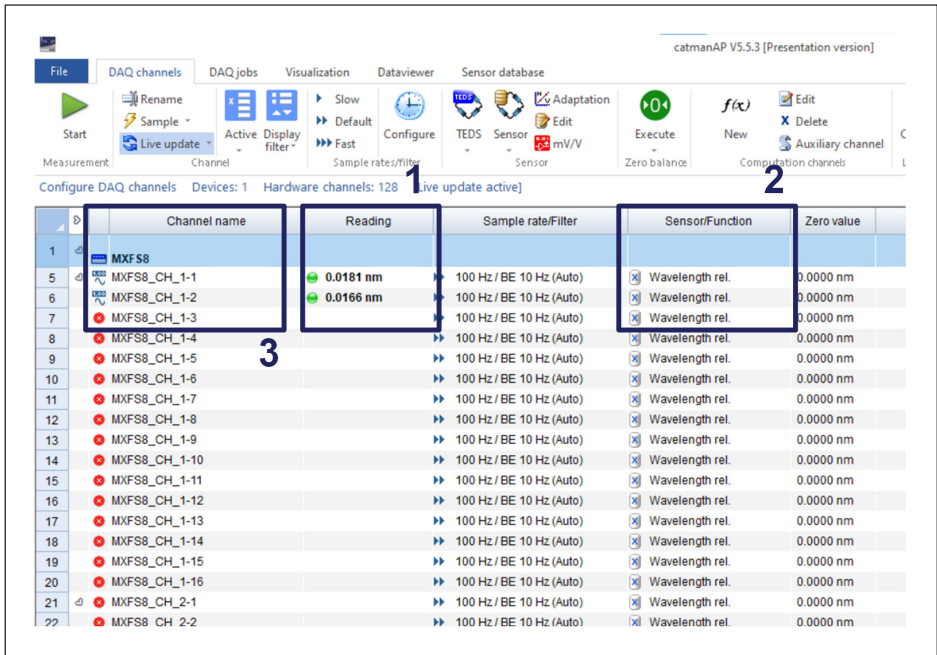

Fig. 5.3 Contrôle du système et identification des capteurs
Les capteurs peuvent être vérifiés en exerçant une petite force à la main sur chaque capteur et en lisant le résultat sur le logiciel de mesure. De cette manière, chaque "paire numéro de voie - capteur" est identifiée et la fonctionnalité du capteur est vérifiée (numéro 1 sur la Fig. 5.3)
- Assurez-vous que toutes les voies de l'interrogateur sont définies comme "wavelength (rel)" (longueur d'ondes relative) (numéro 2 sur la Fig. 5.3).
- Renommez le capteur en double-cliquant sur le nom de la voie (numéro 3 sur la Fig. 5.3).